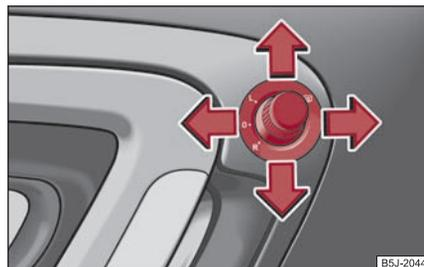

Fig. 59 Parte interior de la puerta: Botón giratorio
- Gire el botón hasta la posición ☞ ⇒ fig. 59.